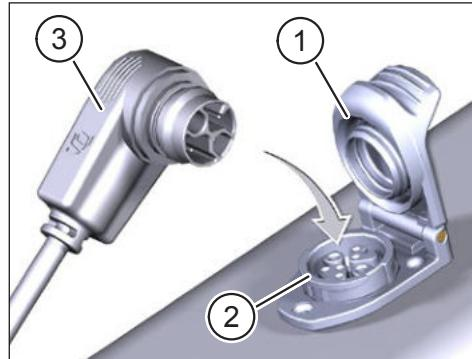

Abb. 1: Battery laden
- ▶ Klappen Sie die Abdeckung (Pos. 1 in Abb. 1) am Ladeport (Pos. 2 in Abb. 1) im Fahrradrahmen auf.
- ▶ Richten Sie den Ladestecker (Pos. 3 in Abb. 1) des Ladegeräts oder des Range Extenders so aus, dass die Steckercodierungen von Ladestecker und Ladeport übereinstimmen (siehe Abb. 1).
- ▶ Stecken Sie den Ladestecker (Pos. 3 in Abb. 1) des Ladegeräts oder des Range Extenders in den Ladeport.